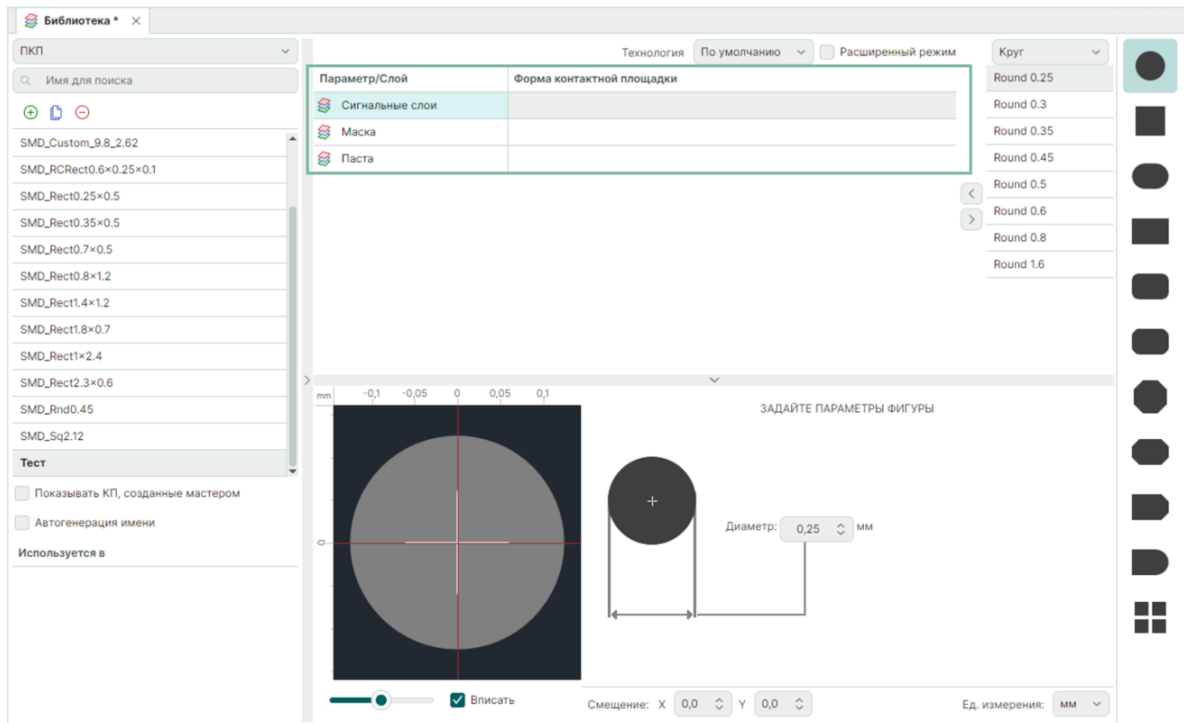

Рис. 41 Слои контактной площадки
1. Выберите слой в списке слоев контактных площадок, например, «сигнальные слои», см. Рис. 41.